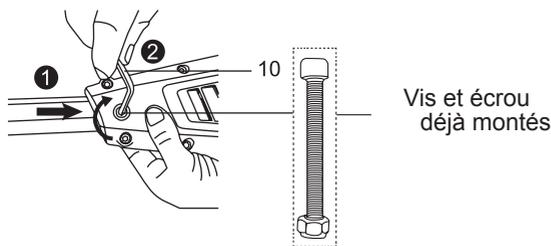

Fig. 3
4. Alignez la barre d'extension (20) avec le module moteur et insérez-la jusqu'à la butée. Verrouillez la jonction avec la vis et l'écrou. (Fig. 3)